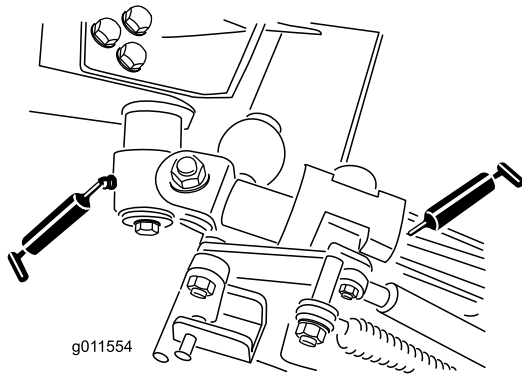

Figura 72
- 2 casquillos de pivote de leva acodada (Figura 72)
- 4 casquillos de los brazos traseros (Figura 72)